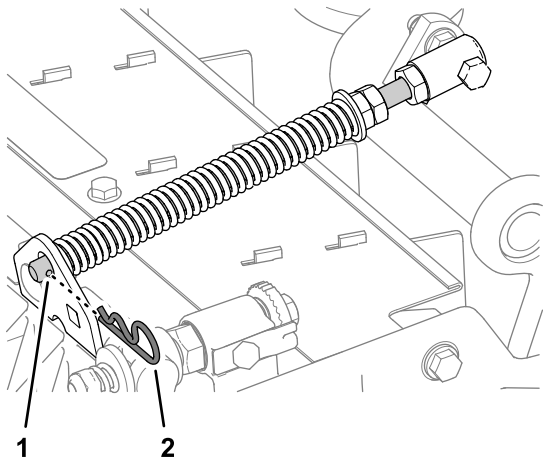

Figure 15
2. Vérifiez que la goupille fendue est insérée dans le trou de la tige de ressort (Figure 15).